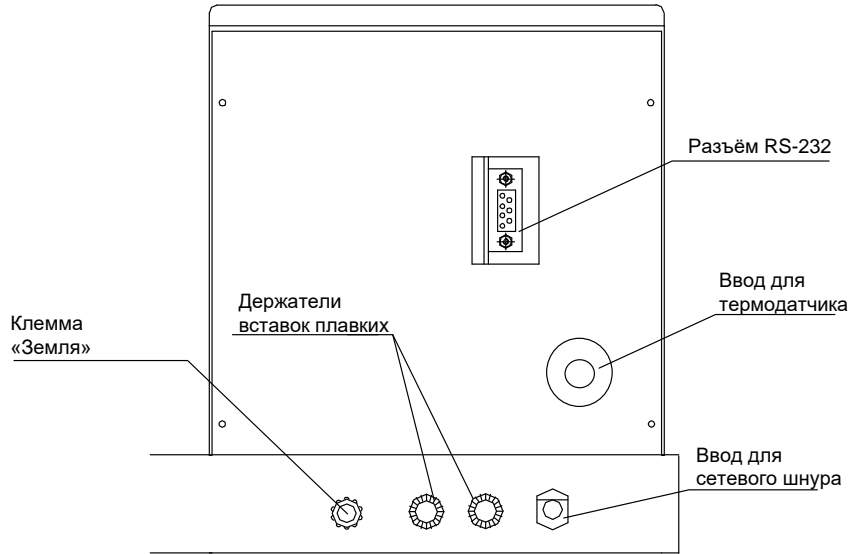

Рисунок 2 – Вид аппарата сзади
На задней стороне аппарата расположены узлы подвода питания и коммуникации (рисунок 2).
3.1.2 Допускается подключение аппарата только к евrorозетке с заземлением. Дополнительно подключить клемму «Земля» на аппарате (рисунок 2) к контуру заземления.